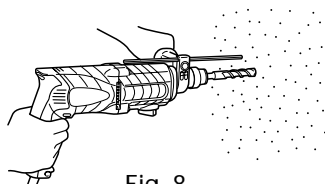

Fig. 8
- (1) Monter le foret de perçage.
- (2) Tirer l'interrupteur de déclenchement après avoir appliqué la pointe du foret sur la position de perçage désirée. (Fig. 8)
- (3) Il n'est pas du tout nécessaire d'appliquer une forte pression sur le marteau rotatif. Il suffit d'appliquer une légère pression de manière à ce que la poussière et les éclats soient déchargés progressivement.
- Quand le foret de perçage touche une poutre en fer, la mèche s'arrête immédiatement et la perceuse réagit en tournant. Par conséquent, tenir fermement la poignée principale et la poignée latérale, comme indiqué à la Fig. 8.